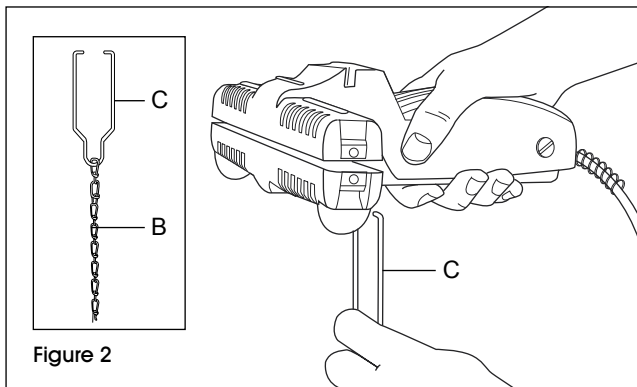

Figure 2
2. Attach the silver link chain (B) to jaw bracket (C). Holding the sealer jaws together, push the jaw bracket pins up from the bottom of the sealer until they snap over the top of the unit. Position the bracket as close to the sealing jaws as possible. (See Figure 2)
2. Fixez la chaîne à maillons en argent (B) aux tiges de verouillage des mâchoires (C). Tout en maintenant les mâchoires de la scelleuse l'une contre l'autre, poussez les tiges de verouillage vers le haut à partir du bas de la scelleuse jusqu'à ce qu'elles s'enclenchent sur le dessus de l'appareil. Positionnez les tiges le plus près possible des mâchoires de la scelleuse. (Voir Figure 2)